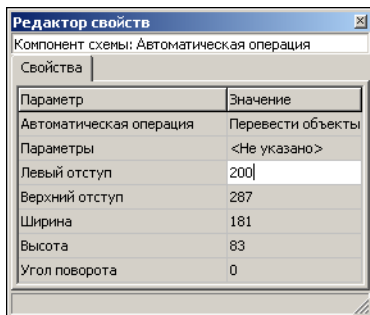

Рис. 4.3.
- ▼ Воспользуйтесь для перемещения компонента **Редактором свойств**. Щелкните мышью в ячейке со значением параметра **Левый отступ** или **Верхний отступ** (параметр **Левый отступ** определяет координату левого края компонента в пикселах, параметр **Верхний отступ** – координату верхнего края компонента в пикселах). Активируется поле ввода значения параметра (рис. 4.3). При помощи клавиатуры измените текущее значение параметра.